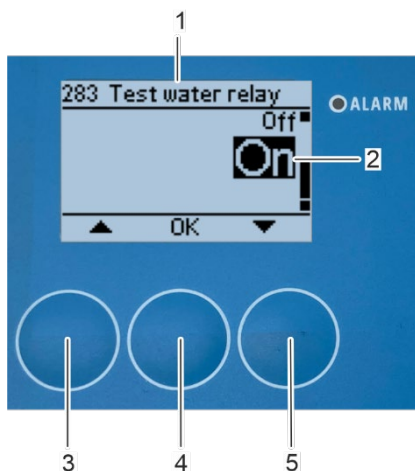

Abbildung 149: Abschalten des Wasserrelais
⇒ Das Untermenü „283 Test des Wasserrelais“ erscheint auf dem Bildschirm (Abbildung 149/1).
3. Wählen Sie das „An“ (Abbildung 149/2) mit den Pfeiltasten [nach oben] (Abbildung 149/3) und [nach unten] (Abbildung 149/5).
4. Bestätigen Sie die Auswahl mit [OK] (Abbildung 149/4).